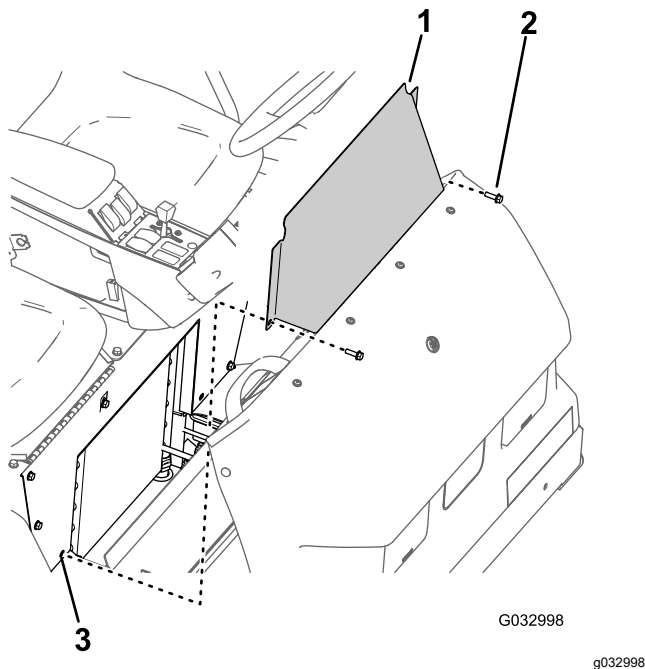

Figura 66
- Rimuovete i 2 bulloni a testa flangiata che fissano il pannello di accesso alla base del sedile (Figura 66).
- Rimuovete il pannello di accesso alla base del sedile dalla macchina (Figura 66).
- Allineate i fori nel pannello di accesso alla base del sedile con i fori nella base del sedile (Figura 66).
- Montate il pannello di accesso alla base del sedile sulla base del sedile con i 2 bulloni a testa flangiata (Figura 66) rimossi al passaggio 1 di Rimozione del pannello di accesso alla base del sedile (pagina 57).